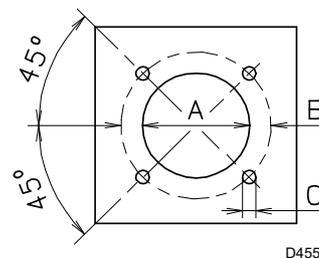

Fig. 11
Perforar la placa de cierre de la cámara de combustión como en la Fig. 11.
- Introducir todo el quemador en el orificio de la caldera, preparado anteriormente, como en Fig. 11, y fijar con los tornillos suministrados.